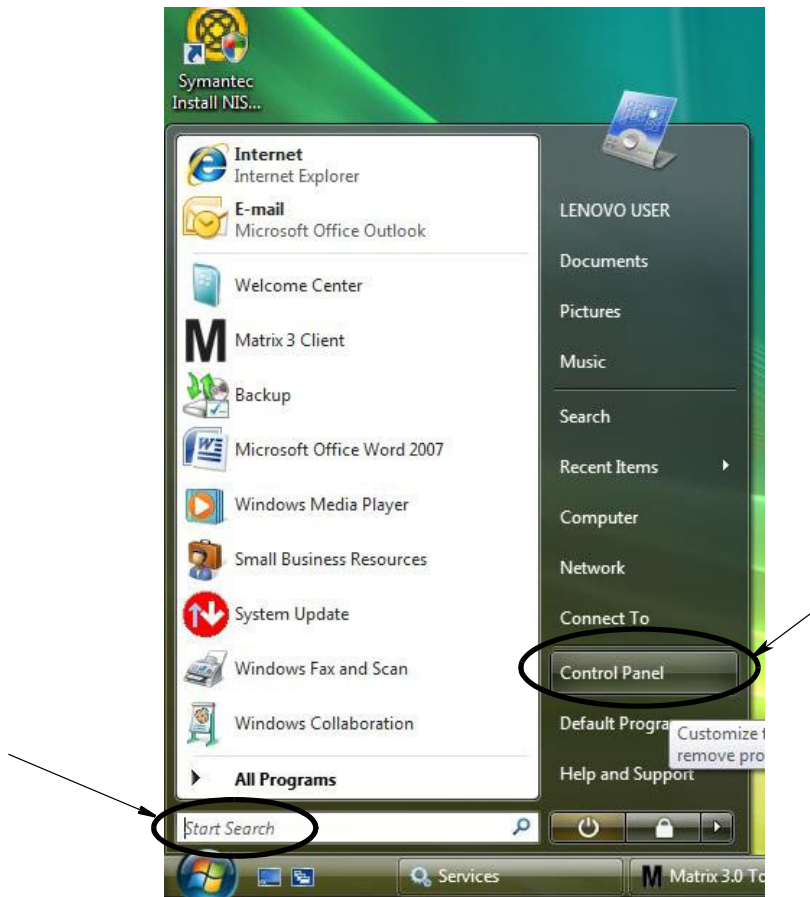

图 32
1. 在 Windows Vista 桌面，选择开始搜索 / 控制面板（图 32）。